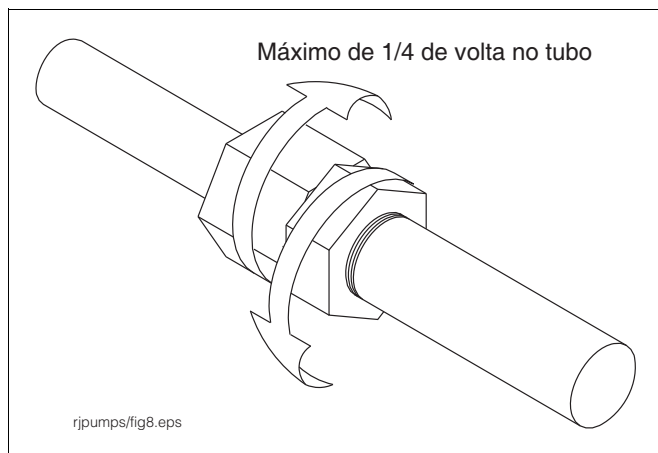

Figura 10. Desaperto da porca de trava
4. Solte a estrutura retentora no tubo de comprimento desenroscando o parafuso no lado da porca de trava. Depois, retire a porca de trava (ver Figura 10).